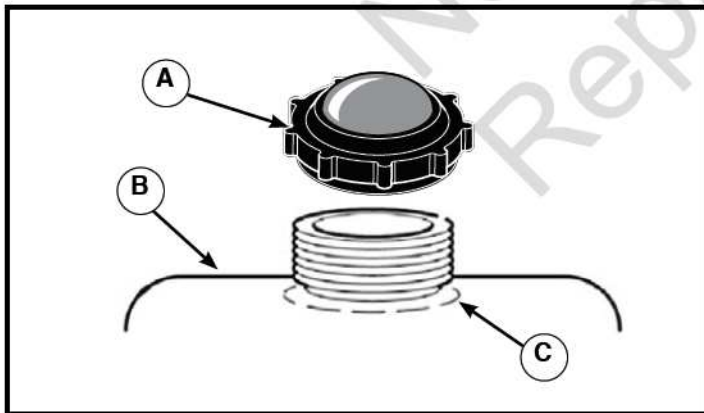

Figure 7
1. Nettoyer la zone autour du bouchon de réservoir en enlevant toute la poussière et les débris. Retirer le bouchon du réservoir (A, Figure 7). Voir également la section **Caractéristiques et commandes**.
2. Remplir le réservoir de carburant (B) avec de l'essence. Pour permettre au carburant de se détendre, ne pas dépasser la base du col du réservoir de carburant en le remplissant. (C).